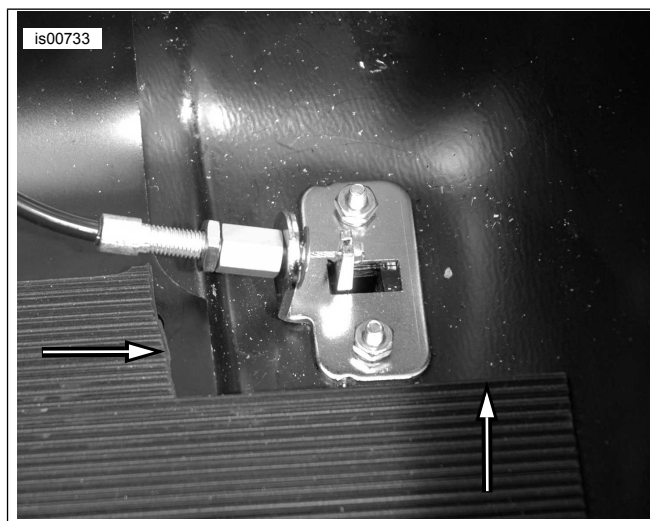

Figura 4. Aparo do tapete de borracha.
1. Veja a Figura 4. Apare o canto direito dianteiro do tapete de borracha com um estilete ou tesoura para permitir a instalação do conjunto de cabo.